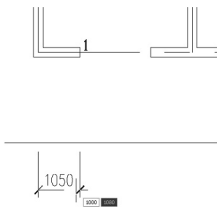

图 3.40 指定尺寸线和辅助线之间的距离
③ 在**指定尺寸线位置或[多行文字(M)/文字(T)/角度(A)/水平(H)/垂直(V)/旋转(R)]**: 提示下, 将光标垂直向下拖动, 输入“1000”(图 3.40), 指定尺寸线和辅助线之间的距离为 1000mm, 按 Enter 键结束命令。